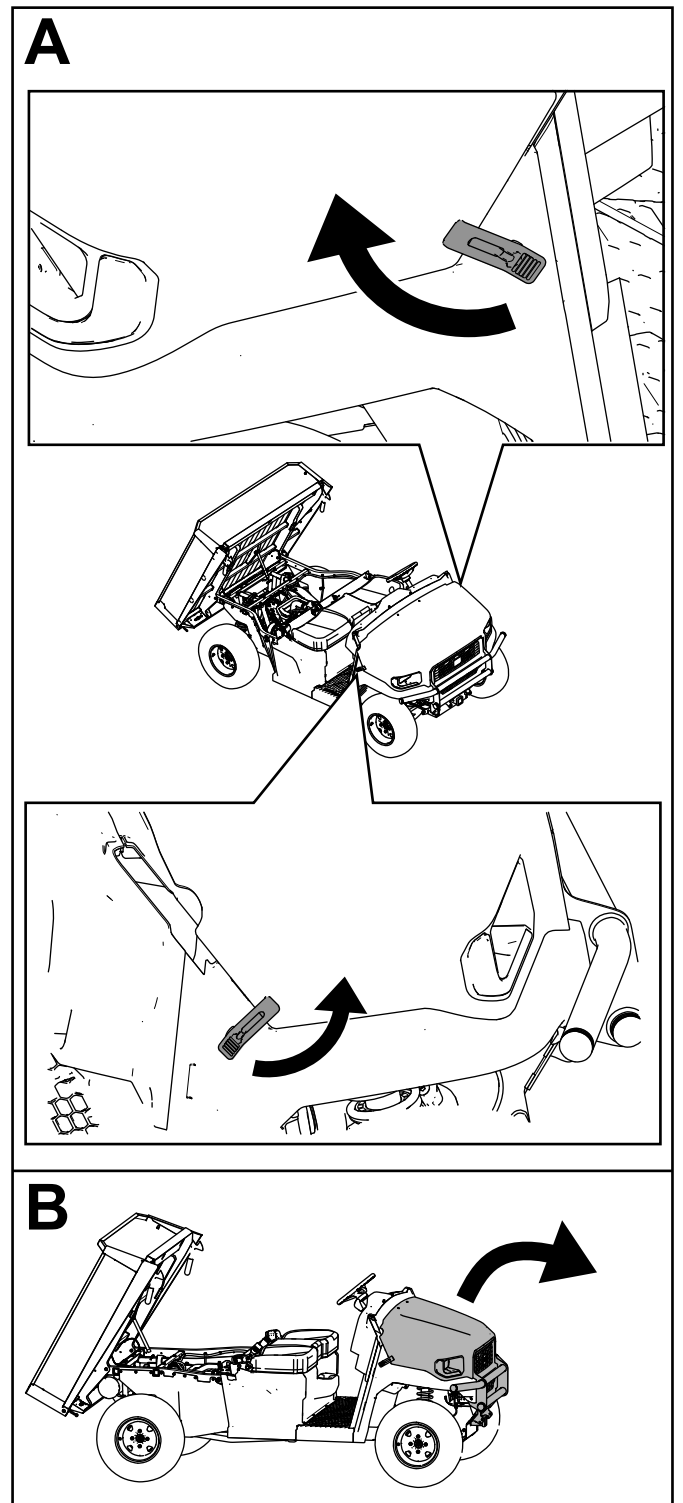

Figure 8
2. Ouvrez le capot (Figure 8).